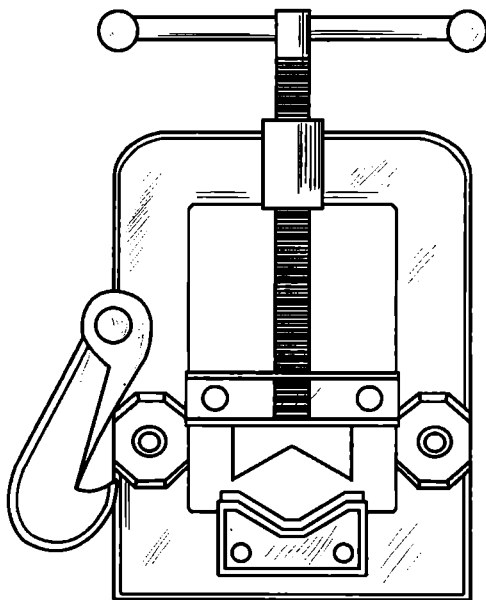

Рис. 33. Трубный прижим
- трубный прижим (рис. 33), который обязательно понадобится в том случае, если вы решите